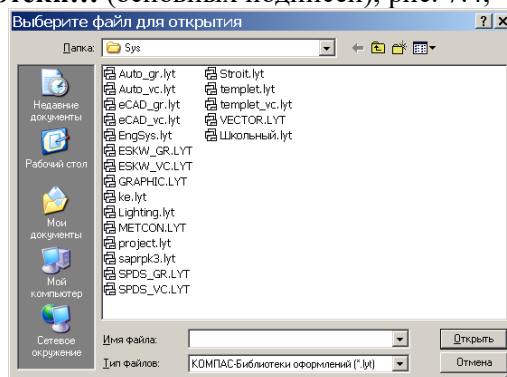

Рис. 7.4. Диалоговое окно выбора файла библиотеки оформления листа чертежа.
2) нажмите кнопку **Библиотеки...** (основных подписей), рис. 7.4;